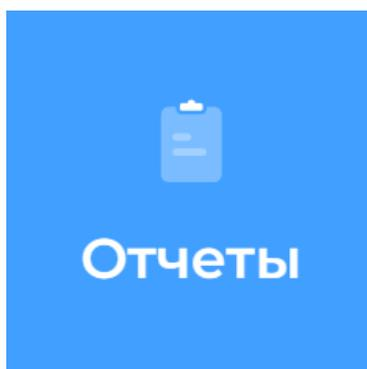

рис.17
8. Отчёты (рис.17):
Во вкладке “отчёты” пользователь может (рис. 17,18):